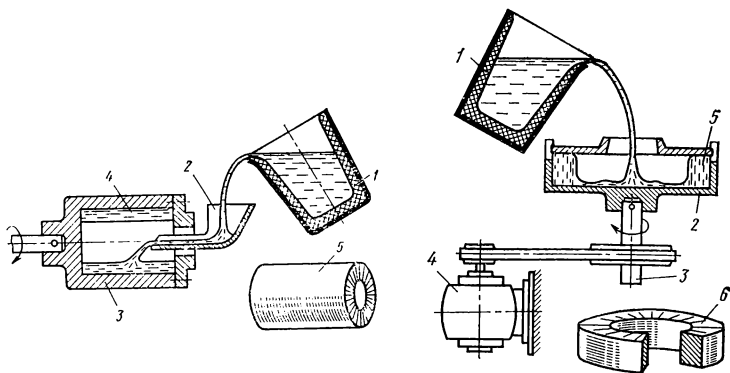

Рис. 16. Схема устройства горизонтальной машины для центробежного литья:
**Центробежное литье.** Такие отливки, как колеса, маховики, шестерни, втулки, кольца, трубы и др., имеющие форму тел вращения, получают во вращающихся формах (рис. 16, 17).